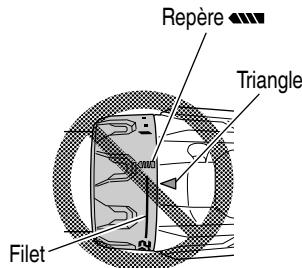

Fig. 12
- N'utilisez pas l'outil avec le sélecteur de débrayage positionné entre le chiffre "22" et la ligne au centre du symbole du foret "■■■", vous risqueriez de l'endommager (Voir Fig. 12).